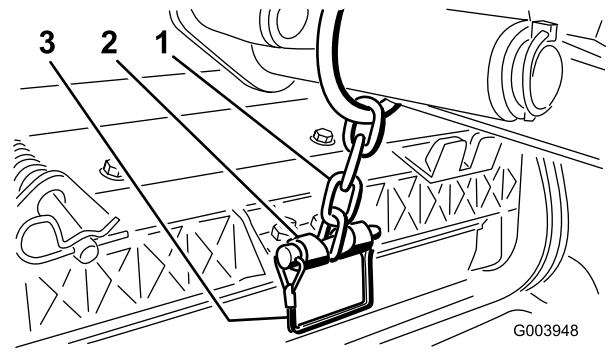

图 12
**注意** 如果需要可偏转的滚刀组可使用槽如果需要滚刀组锁定到位可使用孔 (图 12)。
14. 使用保险销将提升臂链条固定到链条轴 (图 12)。